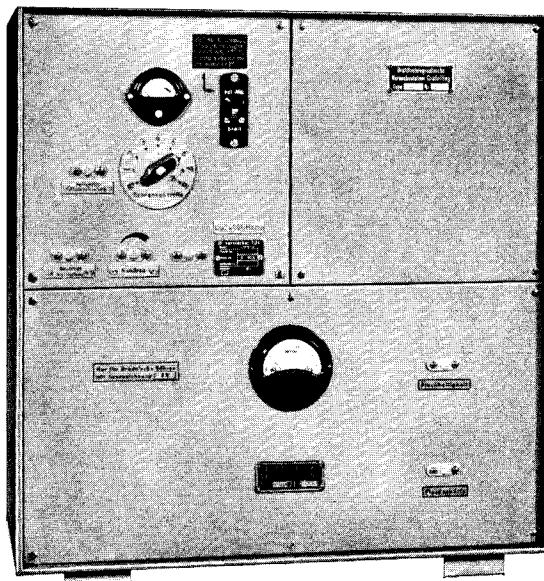

Abb. 10: Sichtpeilzusatzgerät
32. Das Sichtpeilzusatzgerät gliedert sich in drei Einzelgeräte (vgl. Abb. 10 u. 11 u. Ziff. 110):